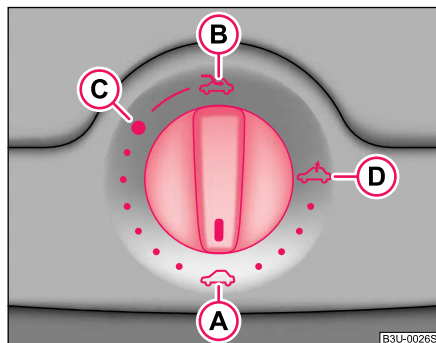

Fig. 28 Bouton rotatif pour le toit ouvrant/relevable électrique
Le toit ouvrant/relevable électrique est commandé au moyen du bouton rotatif ⇒ fig. 28 et fonctionne uniquement si le contact est mis. Le bouton rotatif possède plusieurs crans.
- Faites tourner le bouton sur la position **C** ⇒ fig. 28.
- Faites tourner le bouton sur la position (A) ⇒ page 51, fig. 28.
Le toit ouvrant/relevable est équipé d'une protection contre les efforts excessifs. Le toit ouvrant/relevable stoppe et repart en arrière s'il ne peut pas se fermer à cause d'un obstacle (par ex. glace). Vous pouvez fermer complètement le toit ouvrant/relevable sans protection contre des efforts excessifs si vous appuyez sur l'avant du contacteur en position (A) ⇒ page 51, fig. 28 jusqu'à ce que celui-ci soit complètement fermé ⇒ ⚠.
Si le toit ouvrant/relevable devait être fermé en urgence, appuyez à l'avant du bouton rotatif au bord de la poignée pendant plus de 3 secondes pour mettre le contacteur sur la position  ⇒ page 51, fig. 28, et ce, après avoir mis le contact. Le toit ouvrant/relevable sera alors correctement fermé. ■